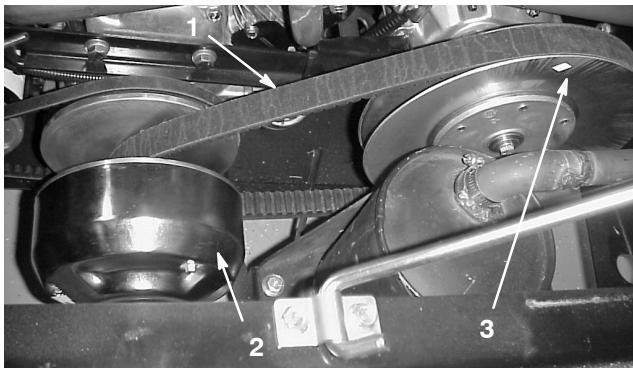

Bild 36
3. Drehen und kontrollieren Sie den Riemen (Bild 36) auf überdurchschnittliche Abnutzung und Schäden. Tauschen Sie den Riemen bei Bedarf aus.
1. Drehen Sie den Riemen und verlegen ihn über die sekundäre Kupplung (Bild 36).
2. Entfernen Sie den Riemen von der Hauptkupplung (Bild 36).